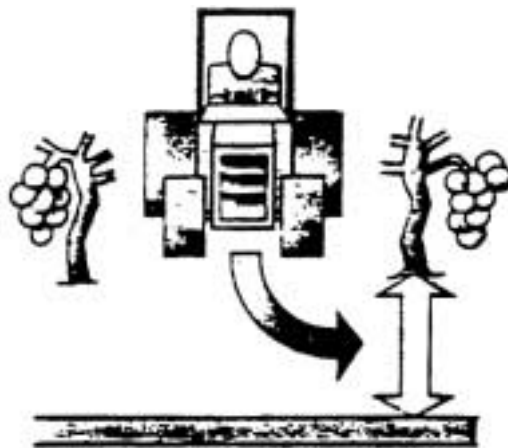

FIG. 55 Dejar un espacio considerable de terreno en la parte delantera del tractor*.
- Reservar un espacio amplio para las maniobras en las proximidades de las zonas próximas a un desnivel, sobre todo en suelos accidentados y/o resbaladizos. FIG. 55